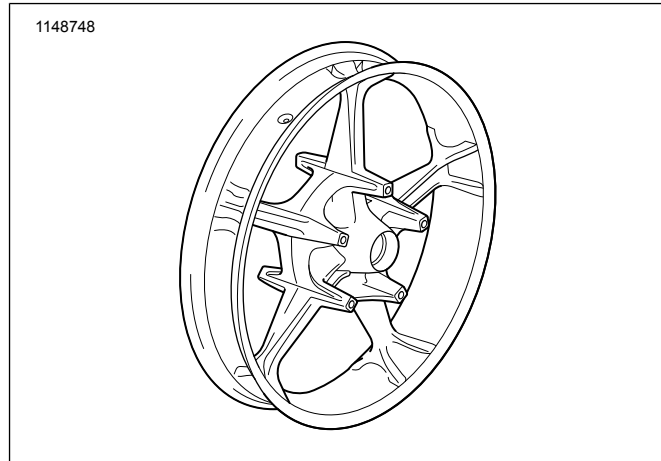

Figure 1. Pièces de rechange : Kits de roue avant Aggressor
2. Voir Figure 1. Installer l'ensemble de tige de valve (L) sur la roue. Voir PNEUS dans le manuel d'entretien.